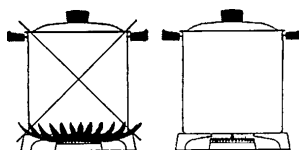

Рис. 13
7.10.6 Для эффективного использования горелок стола следует выбирать кастрюли перечисленных ниже размеров: вспомогательная горелка - диаметр 120-160 мм, горелка полубыстрого действия - диаметр 180-200 мм, горелка быстрого действия - диаметр 220-240 мм. Режим работы горелок должен быть таким, чтобы пламя не выходило за края кастрюли см. рис. 13. **Использование кастрюлей большего диаметра приведёт к выходу из строя горелки стола.**